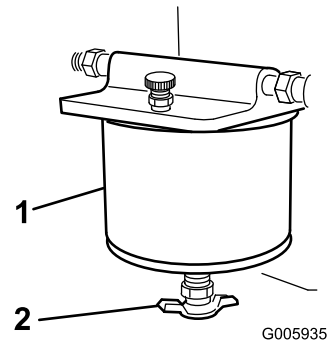

Bild 31
4. Schrauben Sie das Ablassventil auf, bis das Wasser aus dem Filter läuft (Bild 31).